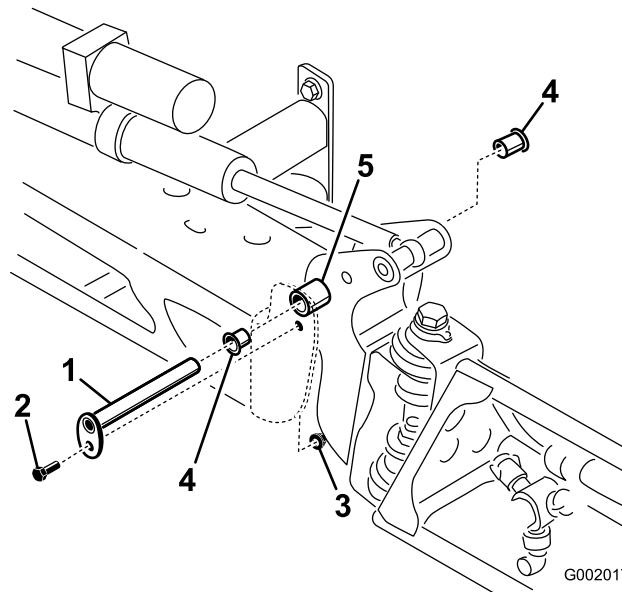

Figura 21
3. Com o peso da rampa suportado, retire o parafuso e a porca que seguram o pino de articulação à rampa (Figura 21).
6. Retire e inspecione as buchas de nylon dos lados dianteiro e traseiro do suporte de articulação (Figura 21).
8. Monte a rampa e o apoio da articulação no chassi alinhando as aberturas (Figura 21).